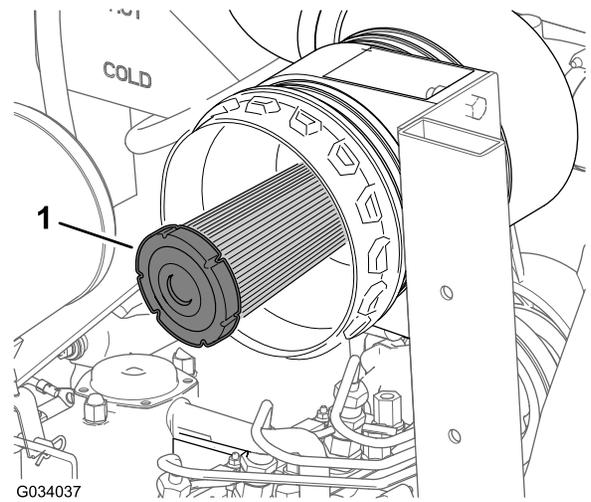

図 47
2. エアクリーナの安全フィルタの汚れ具合を点検する 図 47。
重要 安全フィルタ 図 47 は絶対に洗わないでください。安全フィルタは、主フィルタの3回目の整備時に交換してください。